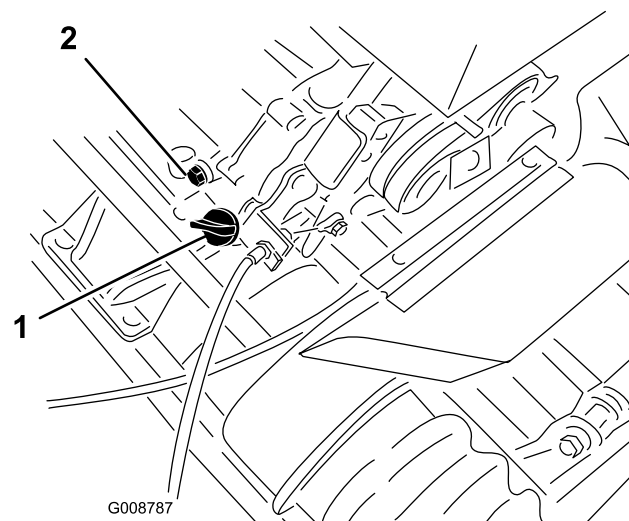

図 22
1. エンジンが水平になるように駐車し、オイルゲージの周囲をきれいに拭く (図 22)。
2. 機体下にあるドレンプラグ (図 22) の下に廃油受けを置く。